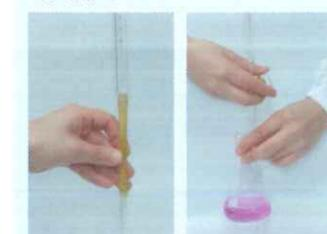

图 3-17 滴定管的使用
4. 使用酸式滴定管时，用左手控制活塞，拇指在管前，食指、中指在管后，手指略微弯曲，轻轻向内扣住活塞，手心空握以免碰到活塞使其松动漏出溶液，旋转活塞，溶液即可流出。使用碱式滴定管时，左手拇指在前，食指在后，捏住乳胶管中玻璃球的偏上部位，挤压乳胶管，使其与玻璃球之间形成一条缝隙，溶液即可流出（图3-17）。
① 排气泡
② 读数
③ 滴定